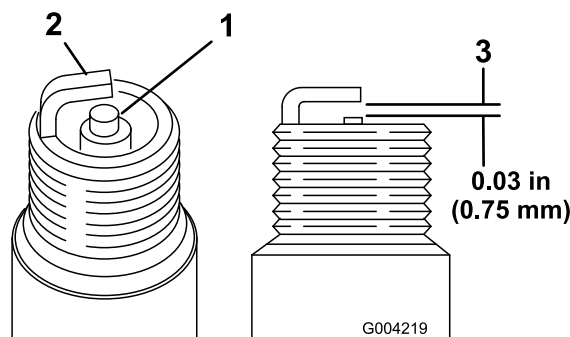

Figura 48
1. Mire la parte central de ambas bujías (Figura 48). Si se observa un color gris o marrón claro en el aislante, el motor está funcionando correctamente. Si el aislante es de color negro, significa que el limpiador de aire está sucio.
2. Compruebe la separación entre los electrodos central y lateral (Figura 48).
3. Si la distancia no es correcta, doble el electrodo lateral (Figura 48).